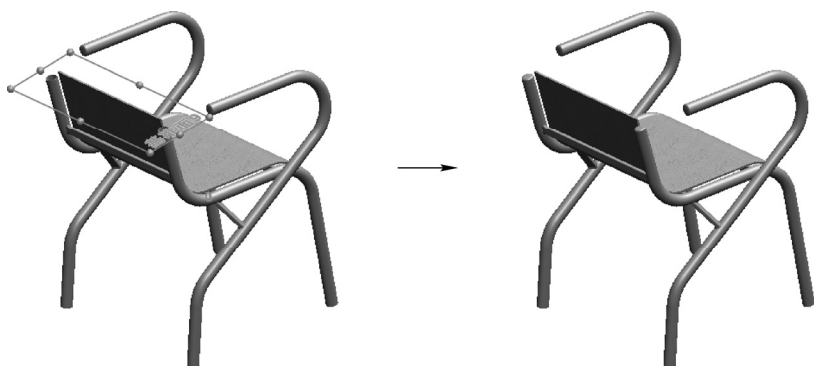

图 9-72 放样管端特征
STEP 12 通过与 **STEP 11** 相同的操作，创建椅背顶部端口处的封闭件，如图 9-72 所示，完成整个椅子的创建操作。